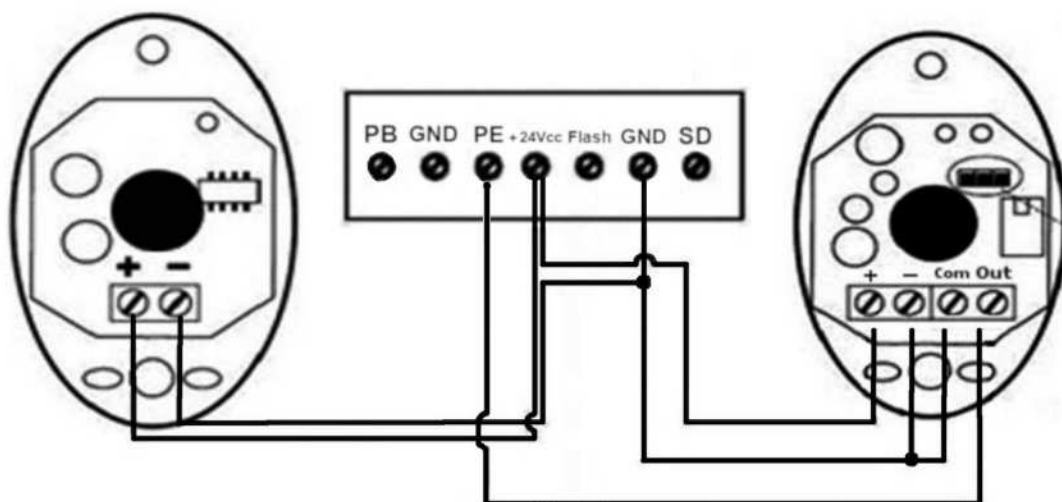

Fig.61
9.4.-Conexión de las Fococeldas (Opcional). (Fig.61)